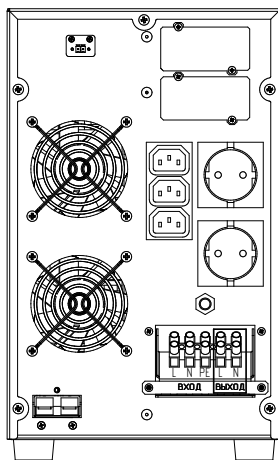

Рисунок 12. ИБП Штиль ST1103TL. Выводы «Выход L-N»
- у ИБП Штиль ST1103TL к розеткам типа F, типа C13 - **рисунок 3в** (поз. 4, поз. 5) и выводам «Выход L-N» - **рисунок 12**.